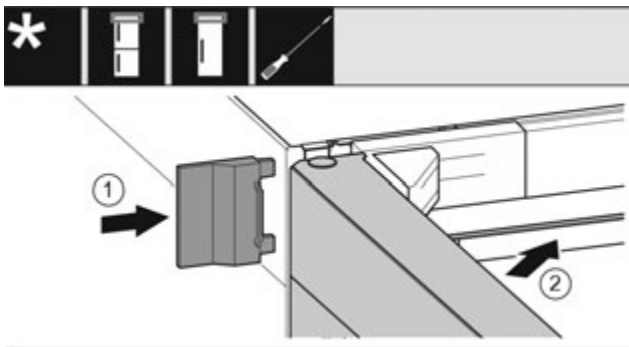

Fig. 24
- ▶ Насуньте зовнішню кришку. *Fig. 24 (1)*
- ▶ Закрийте верхні дверцята. *Fig. 24 (2)*